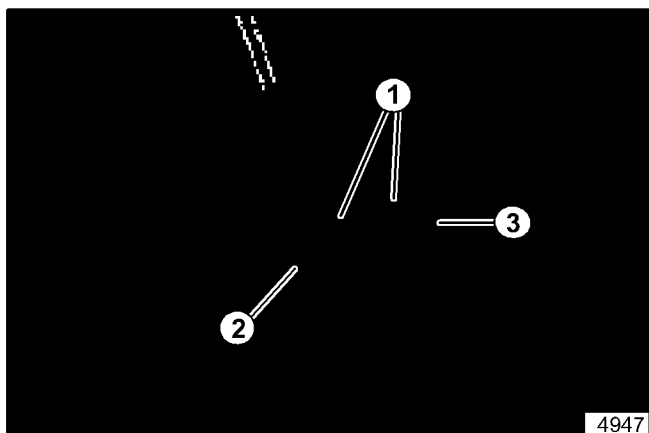

Abbildung 24. Kupplungshebel
20. Den Schäkel und Splint sowie die zwei Buchsen am Bedienungshebel entfernen (siehe Abbildung 24). Die Stange wie benötigt drehen, um sie zu verkürzen oder zu verlängern und dann mit dem Schäkel wieder am Handgriff befestigen.